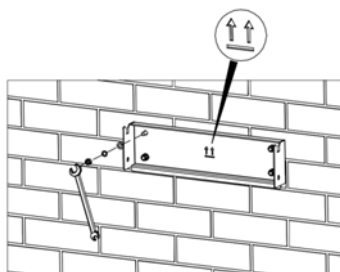

Figura 4.9 Fixați suportul de instalare
(4) Fixați suportul de instalare pe șuruburile de expansiune și asigurați-vă că instalarea este fermă suficient (cuplul de strângere este de 13N•m). După cum se arată în Figura 4.9.